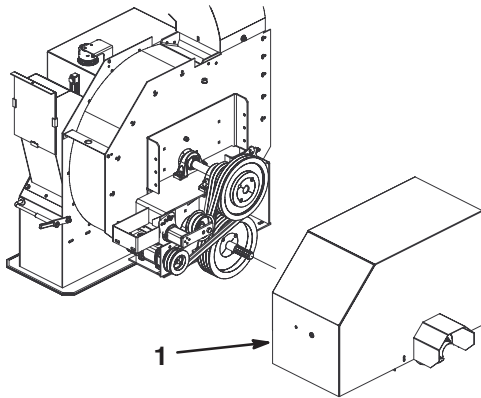

Bild 16
1. Nehmen Sie die Bundschrauben, die Scheiben und Muttern ab, mit denen das Antriebsschutzblech am Gebläseradgehäuse befestigt ist (Bild 16). Entfernen Sie das Schutzblech.